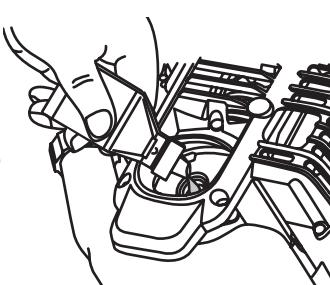

Fig. 17
- Vierta todo el contenido de la botella de aceite en el cigüeñal (Fig. 17).